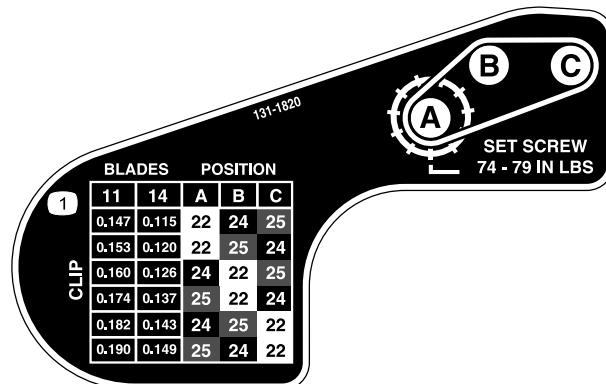

Figura 18
6. Servendovi della tabella sull'adesivo illustrato in Figura 18, determinate l'impostazione di taglio desiderata e quali pulegge dovete spostare.
9. Montate ciascuna puleggia secondo la configurazione indicata sull'adesivo (Figura 18).